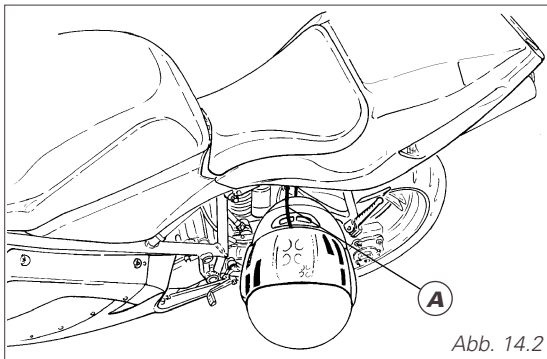

Abb. 14.2
Den Zündschlüssel in das Schloss (1) einstecken und im Uhrzeigersinn drehen. Die Sitzbankverkleidung (2) hinten etwas nach außen ziehen, dann anheben und am Tank zum Aufliegen bringen. Im unter dem Sitzbankheck vorgesehenen Stauraum befindet sich der Helm- befestigungsgurt. Den Gurt (A) durch den Helm ziehen, dann seine Enden über den entsprechenden Haken legen. Den Helm (Abb. 14.2) so eingehängt lassen, dann zur Absicherung die Sitzbank montieren.